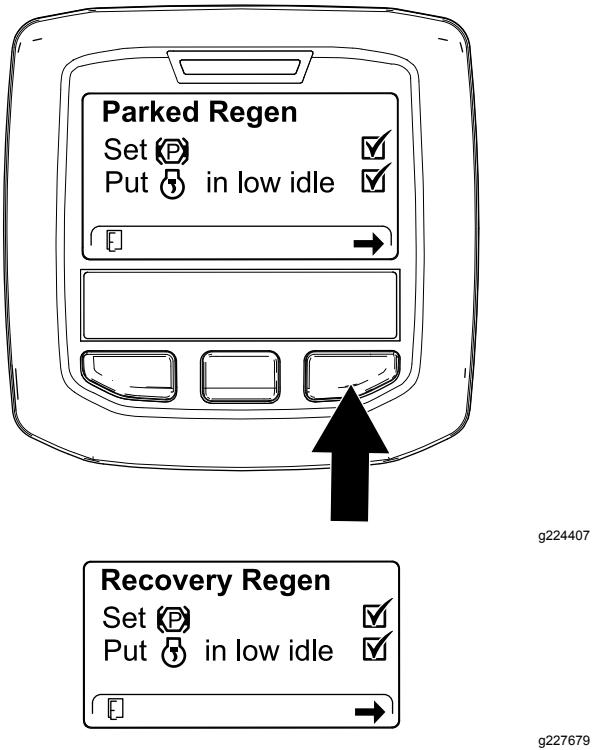

Figure 46
3. Sur l'écran de la liste de contrôle du FAP, confirmez que le frein de stationnement est serré et que le moteur tourne au ralenti (Figure 46).